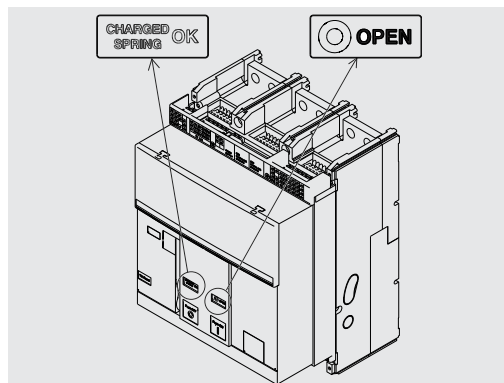

Рис. 17
3. Убедиться, что автоматический выключатель разомкнут (соответствующий индикатор находится в состоянии «O - OPEN») и что пружины включения находятся во взведенном состоянии (индикатор состояния пружин имеет вид «желтый - CHARGED SPRING»), как показано на Рис. 17.